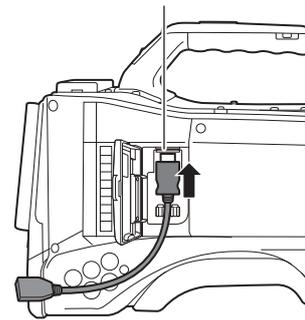

Fig. 2
- 2 Fixez le câble d'extension USB 2.0 à la borne <USB2.0> (sous-hôte). (Fig. 2)